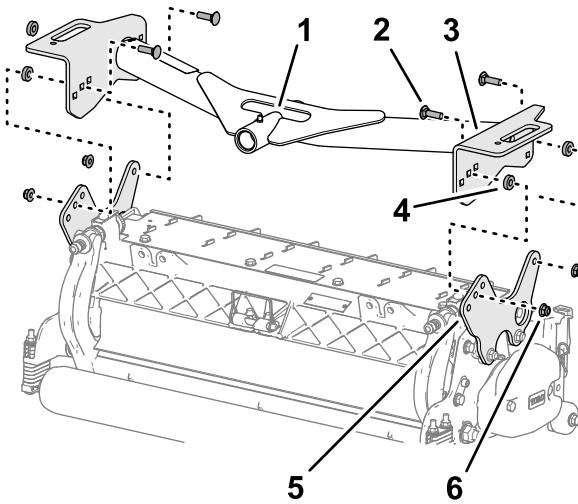

图 19
1. 将前承载架板中的孔与滚刀组安装板中的孔对齐图 19。
2. 对齐承载板和安装板之间的隔片 **图 19** 并使用托架螺栓 $\frac{3}{8} \times 1\frac{1}{4}$ 英寸和凸缘锁紧螺母 $\frac{3}{8}$ 英寸松动地组装板和隔片。